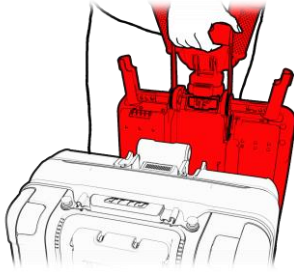

Figure 52
4. Nehmen Sie das vordere Fahrgestell vom Lenker und trennen Sie es vom hinteren Fahrgestell (siehe Abbildung 52).